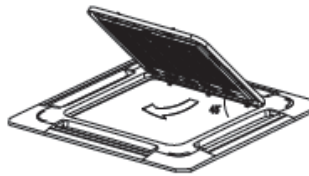

Fig. 5-10
- Inclinati sita la un unghi de aproximativ 45° si apoi scoateti-o. (Consultati fig. 5-10)